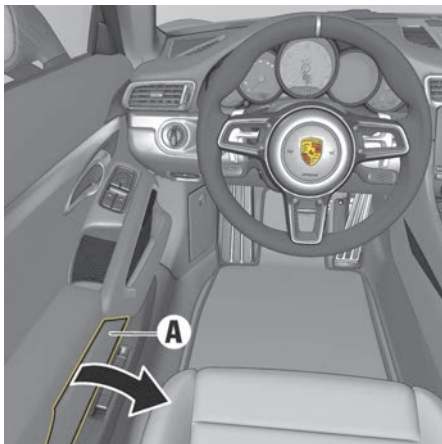

Fig. 175 : Vide-poches de porte
- ▶ Ouvrez le couvercle **A** (fig. 175).